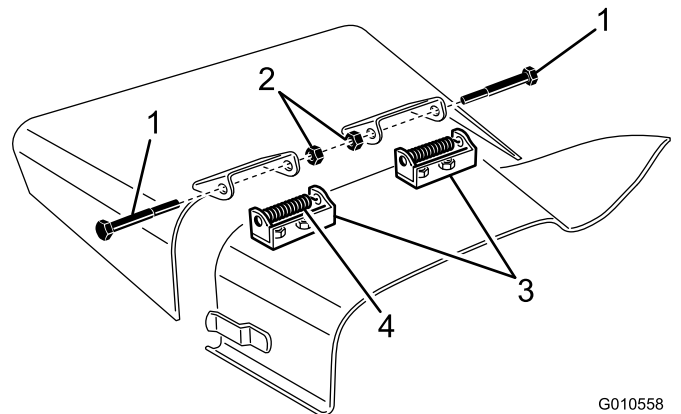

Figure 29
4. Enlevez les 2 vis, contre-écrous et ressorts qui fixent les supports du déflecteur aux supports de pivot (Figure 29).
5. Pour déposer les supports de pivot, retirez les vis de carrossier et les écrous (Figure 29).